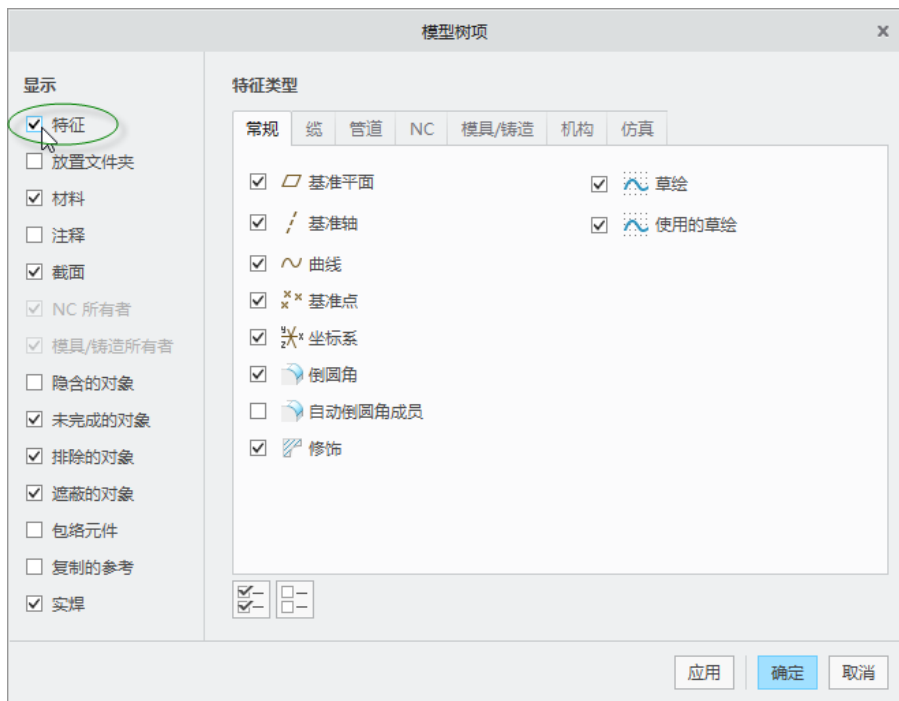

图 7-6 “模型树项”对话框
(2) 在弹出的“模型树项”对话框中，增加勾选“特征”复选框，如图 7-6 所示，然后单击“确定”按钮，从而设置在装配模型树中显示特征级树节点（对象）。